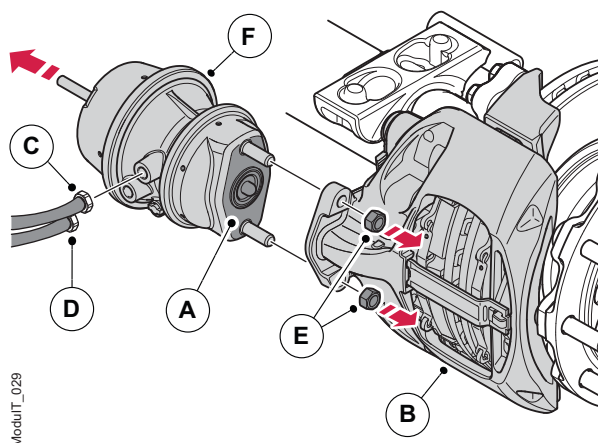

Figura 37. Desmontaje de los elementos de la cámara de freno
2. Si procede, asegúrese de que la cámara de freno por muelle (F) esté completamente desacoplada y mecánicamente segura en posición liberada. Véase la figura 37.
3. Cerciórese de que la cámara (A) esté despresurizada.
4. Marque y retire las conexiones de las mangueras del freno de servicio (C) y, si procediera, el freno de estacionamiento (D).
5. Quite las dos tuercas (E) que sujetan la cámara de freno. Desmonte la cámara de freno (A) de la pinza (B).